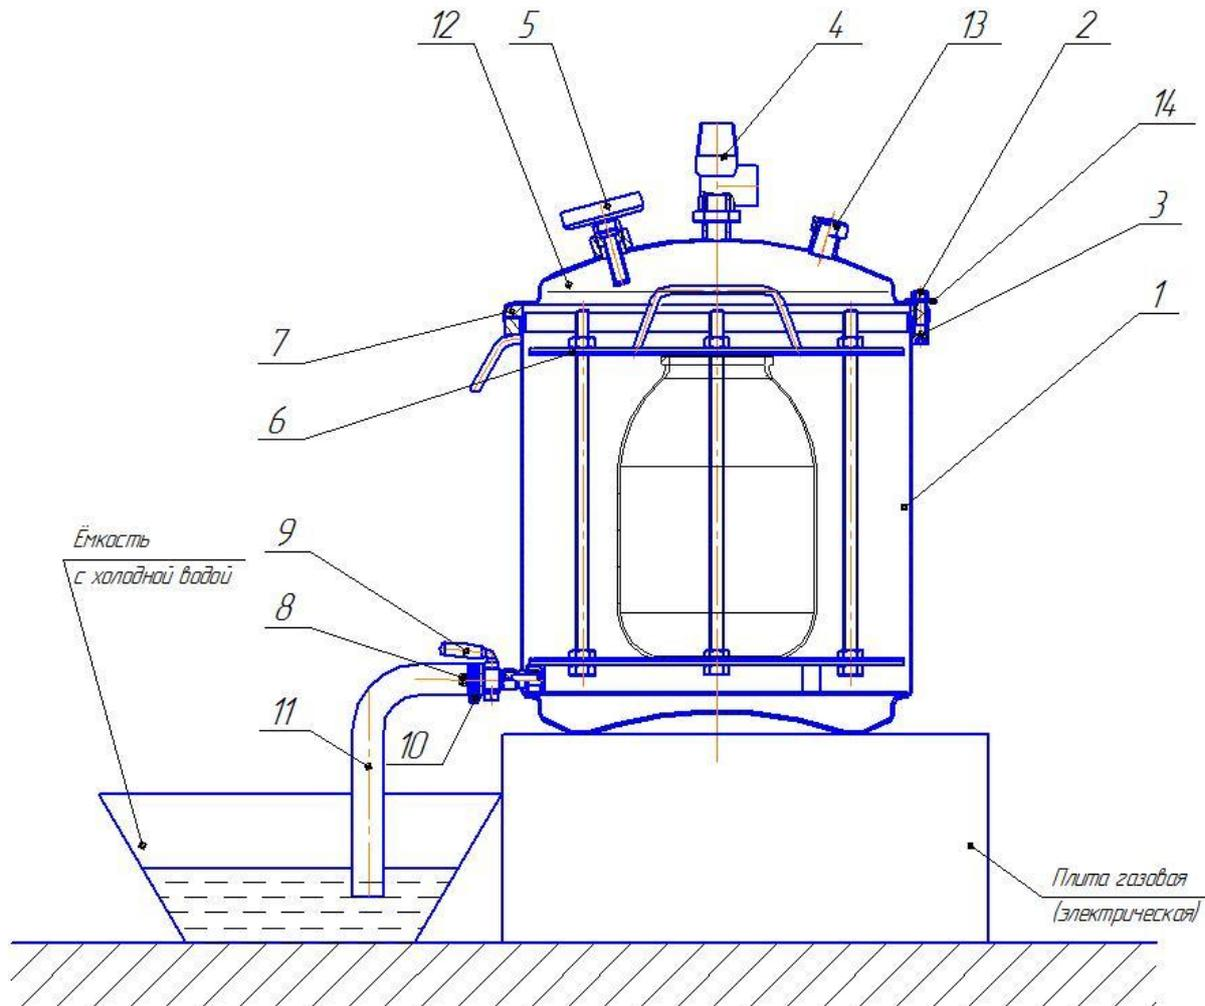
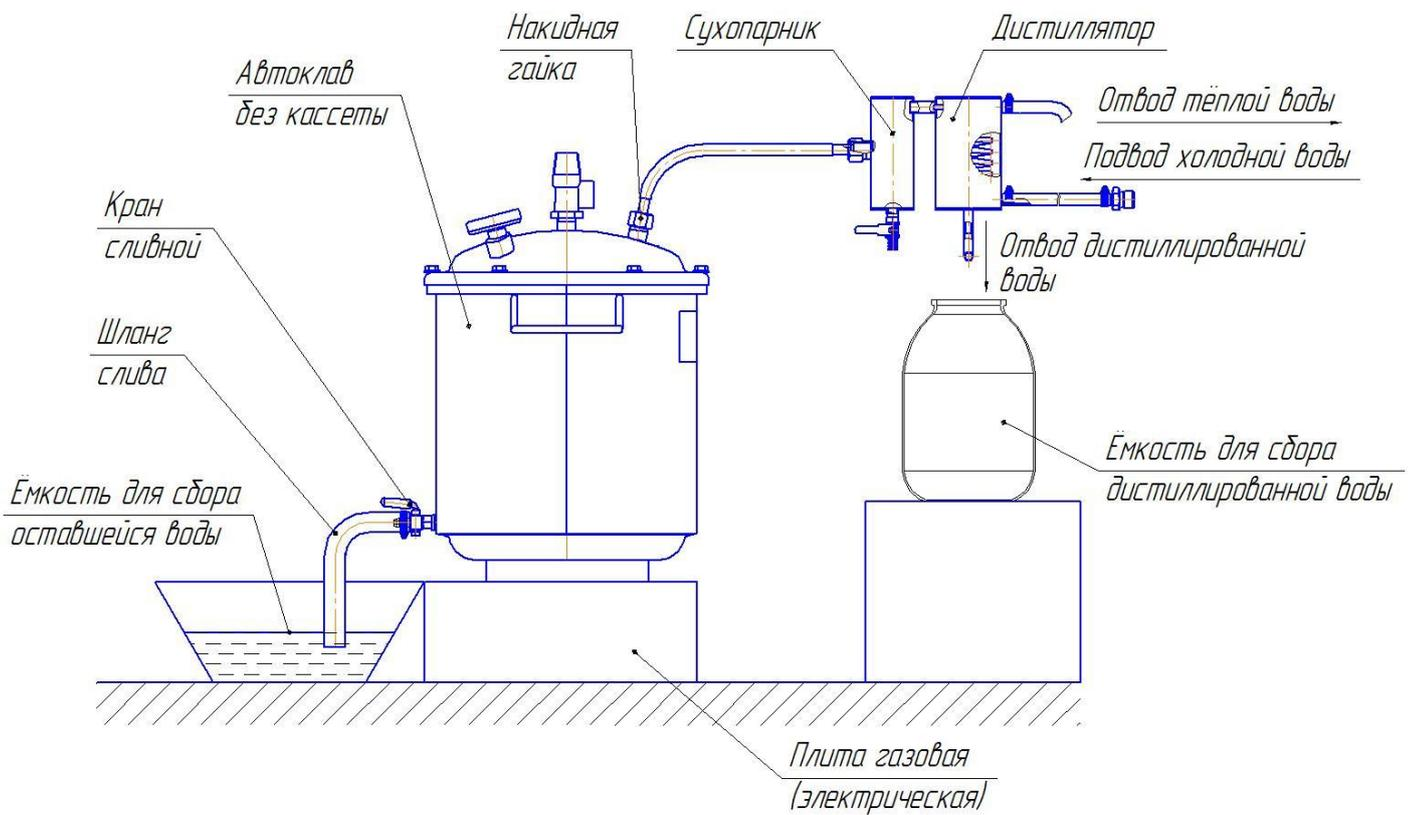
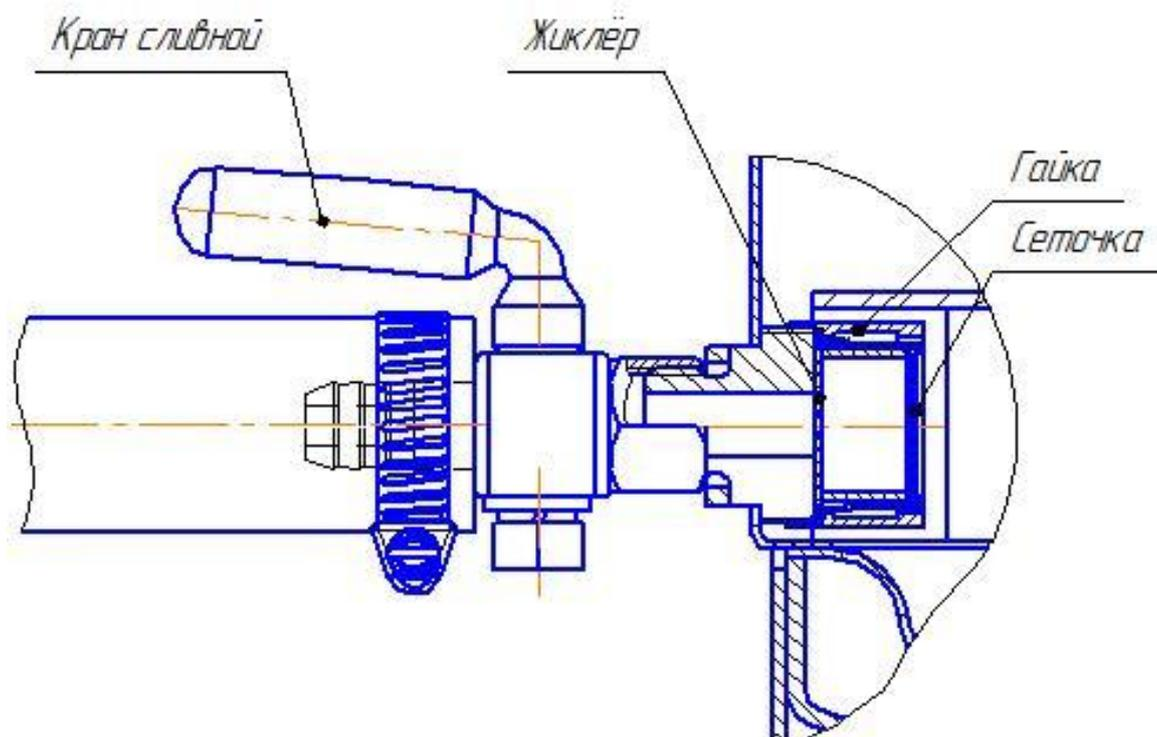

Рис. 1. Схема автоклава в сборе
Рис. 4 Автоклав в сборе с дистиллятором.
Рис. 5 Кран сливной
4.3. Для защиты от брызг и пара при сливе воды с температурой свыше 100 °С, конец шланга слива 11 (рис.1) опустить в ведро (или другую ёмкость) с небольшим количеством холодной воды (водяной затвор) и закрепить его (например, привязав шланг к ручке ведра), иначе возможны хаотичные движения шланга с выбросом пара и горячей воды во все стороны в первые минуты слива воды.
- не откручивать гайки 2 (рис. 1) крышки автоклава;
- при необходимости сбросить давление в автоклаве до полного прекращения выхода пара, повернув головку предохранительного клапана 4 (рис. 1) (для предотвращения попадания пара на руку надеть защитную перчатку);
- отвинтить гайки 2 (рис. 1) и снять крышку 12;
5.7. Снять крышку 12 (рис. 1), аккуратно опустить кассету с банками в корпус автоклава.
5.8. Налить в корпус 1 (рис. 1) воду из-под крана или другого источника, уровень воды должен быть на 2 см ниже верхней кромки корпуса.
5.9. Установить уплотнительное кольцо 7 на винты 3, затем на эти же винты установить крышку 12 (рис.1). Набросить на винты 3 шайбы 14 и, равномерно крест-накрест затягивая гайки 2 прижать крышку к корпусу.
5.13. Нагреть воду в автоклаве до температуры стерилизации. Поддерживать температуру стерилизации в течение времени, рекомендуемого в выбранном Вами рецепте. Контроль температуры осуществлять по стрелочному термометру 5 (рис.1), поддерживать её постоянной, регулируя силу пламени горелки. Время контролировать по часам.
- открыть кран 9 (рис.1) для слива воды, слив воды происходит через жиклер (рис. 5) за 20-30 минут (смотри пункт 4.3.).
5.15. После остывания автоклава до 95°C повернуть головку предохранительного клапана 6 (рис.1) не достигая щелчка, дождаться сброса давления в автоклаве. Эти действия позволят продолжиться процессам: слива воды и более интенсивному остыванию кассеты с банками.
5.17. Отвинтить гайки 2 (рис.1), снять крышку 12.
5.18. Вынуть кассету 6 (рис.1) из автоклава и установить в безопасное место для дальнейшего остывания.
5.21. В случае затруднения сброса воды, перед следующей стерилизацией необходимо промыть (продуть) жиклёр (рис. 5). Для этого: открутить гайку, извлечь сеточку, открыть кран, тщательно промыть отверстие жиклёра и сеточку проточной водой (продуть воздухом). После чистки и мойки, установить все в обратном порядке.
- 6.1. Убрать из автоклава кассету 6 (рис. 1).
- 6.5. Установить уплотнительное кольцо 7 на винты кольца 3, затем на эти же винты установить крышку 12 (рис.1). Набросить на винты 3 шайбы 14 и, равномерно крест-накрест затягивая гайки 2 прижать крышку к корпусу.
- 6.6. Собрать дистиллятор (рис. 4), при помощи накидной гайки соединить его с автоклавом, предварительно сняв заглушку с прокладкой 13 (рис. 1). Соединить дистиллятор трубкой с краном, а второй трубкой со сливом (раковина, ванна и т.п.) Проверить плотность всех соединений трубок и крышки автоклава.
6.11. При появлении пара из конца отводящей трубки открыть водопроводный кран и заполнить рубашку конденсатора водой до выхода её из сливной трубки (рис. 4).
6.12. При появлении первых капель дистиллированной воды из отводящей трубки (рис. 4) отрегулировать расход воды через конденсатор так, чтобы из отводящей трубки не выходил пар. Поддерживать постоянную температуру воды в корпусе автоклава, регулируя силу пламени горелки.
6.13. При получении необходимого количества дистиллированной воды необходимо выключить горелку и дождаться прекращения процесса кипения в автоклаве. При этом перестает капать вода из отводящей трубки (рис. 4).